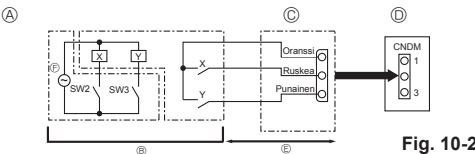

Fig. 10-2
10.2. Tarvetointo (muutostyö paikan päällä) (Fig. 10-2)